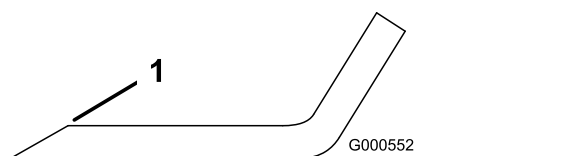

Figure 65
1. Au moyen d'une lime, aigüisez les tranchants aux deux extrémités de la lame (Figure 65).